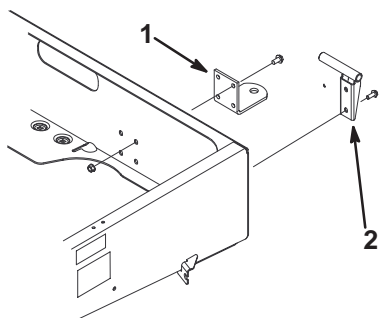

Figura 7
2. Montate la staffa orientabile sinistra nell'angolo posteriore sinistro del telaio, usando due viti a testa flangiata (3/8 x 1"). Collocate la staffa come illustrato nella Figura 7.